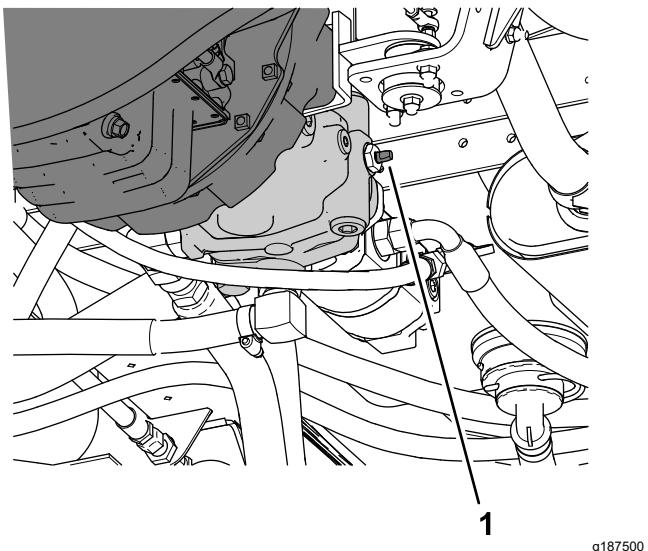

Рисунок 60
- Поверните буксировочный клапан (Рисунок 60) на 90 градусов в любом направлении, чтобы открыть его.